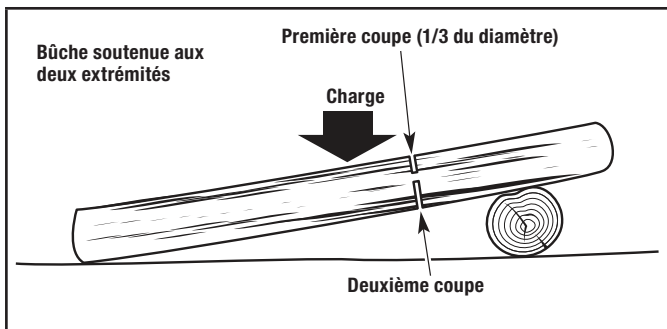

Figure 17
- 1b. Si la bûche est supportée aux deux extrémités (Fig. 17), faites la première coupe par le dessus. Reportez-vous à la section Coupe par le dessus.